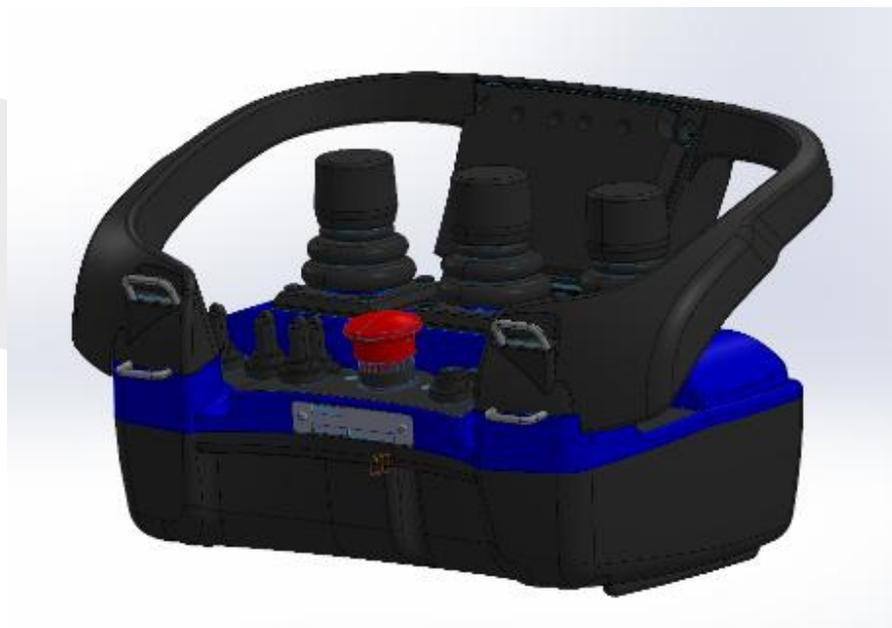

ABBILDUNG 5 – SCANRECO FERNSTEUERUNG MIT NOT-AUS-FUNKTION
**N.B. DER NOTAUSSCHALTER BEFINDET SICH AN DER HAND BEDIENUNG (SCANRECO) DES NANODRILL. SIEHE ABBILDUNG 5.**